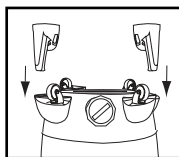

FIGURA 8
8. Con el drenaje del depósito hacia usted, fije el sujetador de la manguera **A** al pie de la ruedita **A**, y el sujetador de la manguera **B** al pie de la ruedita **B**. **FIGURA 8**.